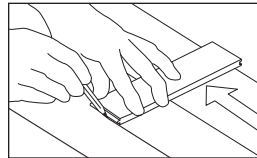

Figura 13
- **Tabla de sacrificio:** Si la pared no está derecha, corte la primera tabla (Figura 13) según sea necesario para mantener alineamiento con el cordón de tiza. Instale una tabla de sacrificio (con un borde recto) utilizando los sujetadores apropiados para la base de piso. Si se usa una tabla para la hilera de inicio, asegúrese de que la ranura quede orientada hacia la pared.
- **Cuñas:** Alinee la primera hilera con la pared usando las cuñas para mantener la expansión de 1/2" (13 mm) en posición y estabilizar el producto. Si la pared no está derecha, corte la primera tabla (Figura 13) según sea necesario para mantener alineamiento con el cordón de tiza.